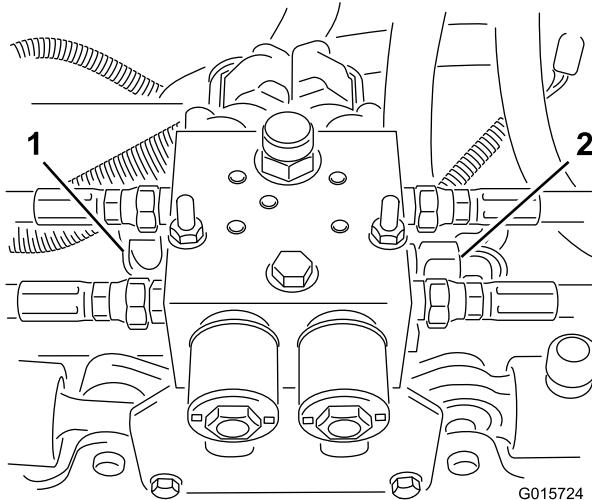

Figura 6
Nota: Afloje los 2 conectores hidráulicos del lado derecho y el orificio del sensor (Figura 6).
- 13. Retire el bloque hidráulico del soporte de montaje retirando los 2 pernos y las 2 contratuerca (Figura 6).